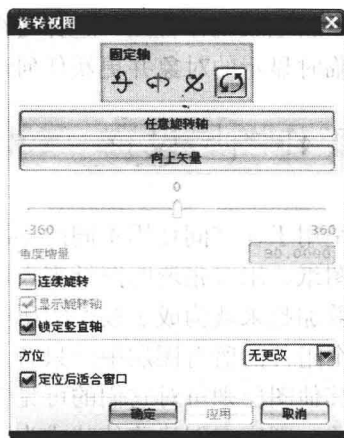

图 1-8 “旋转视图”对话框
4. 旋转。选择【视图】→【操作】→【旋转】下拉菜单，弹出如图 1-8 所示的“旋转视图”对话框，该对话框用于将模型沿指定的轴线旋转指定的角度，或绕工作坐标系原点自由旋转模型，使模型的显示方位发生变化，不改变模型的显示大小。